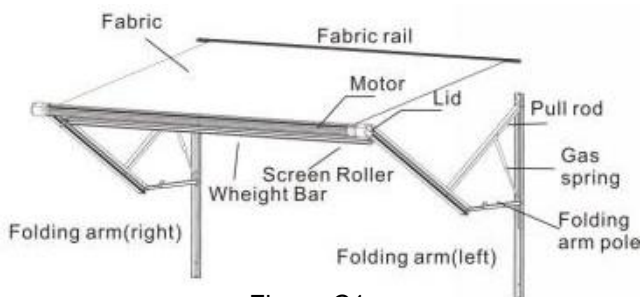

Figure C1
3.4.2 Włóż dwa sznurki materiałowe odpowiednio do rowków materiału markizy. (Rysunek C9) włóż pokazany sznurek materiałowy 1 do rowka rury nawojowej markizy 1 (Rysunek C 10) użyj plastikowego skrobaka, aby wcisnąć tkaninę w rowek rury nawijającej 2 i włóż sznurek do mocowania (rysunek C1 1), dokręć tkaninę markizy i wkręć śruby, aby ją zamocować (Rysunek C1 2) i nawiń tkaninę markizy w kierunku pokazanym na rysunku . (Rysunek C1 3)
3.5.1 Wyjąć rurę nawojową kurtyny bocznej i pasujące do niej wewnętrzne rury łączące, połączyć je zgodnie z rysunkiem i zamocować za pomocą wkręty samogwintujące A tworzące całość. (Rysunek C1 4) Wyjmij boczną belkę obciążnikową i pasujące do niej wewnętrzne rury łączące, połącz je tak, jak pokazano na rysunku, a następnie przymocuj je wkrętami samogwintującymi
3.5.2 Przewlec sznurek przez rowek w materiale zasłony bocznej, włóż go do drążka obciążnika, przewlec drugą stronę materiału zasłony do rury nawijającej zasłonę boczną (rysunek C1 6), naciągnij materiał markizy i wkręć śruby F , aby go zamocować (rysunek C1 7), a następnie nawiń materiał w kierunku pokazanym na rysunku. (rysunek C18)